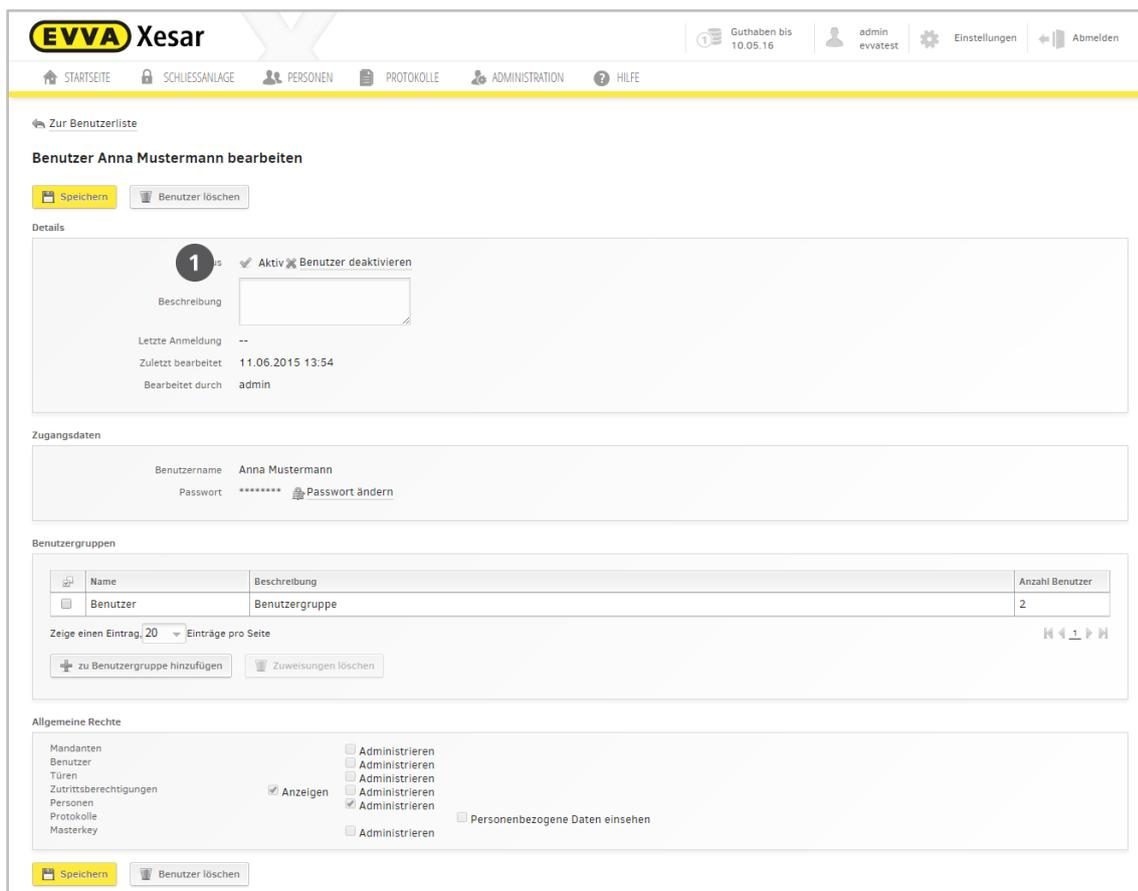

Abbildung 61: Benutzer bearbeiten
Sie können den Menüpunkt **Benutzer bearbeiten** aufrufen, indem Sie auf den betroffenen Benutzer klicken. Hier können Sie unterschiedliche benutzerabhängige Einstellungen vornehmen und erhalten einen Überblick über den aktuellen Status des ausgewählten Benutzers. (Abbildung 61: Benutzer bearbeiten)
- Wählen Sie mittels der Schaltfläche **zu Benutzergruppen hinzufügen** jene Benutzergruppe aus, die der Benutzer zugeordnet werden soll. Bereits zugewiesene Benutzergruppen werden im Menü ausgeblendet. (Abbildung 61: Benutzer bearbeiten)
- Wählen Sie **Allgemeine Rechte ③**, die der Person zugewiesen werden sollen. Diese werden gemäß den Einstellungen aus den Benutzergruppen übertragen und können hier nicht angepasst werden.